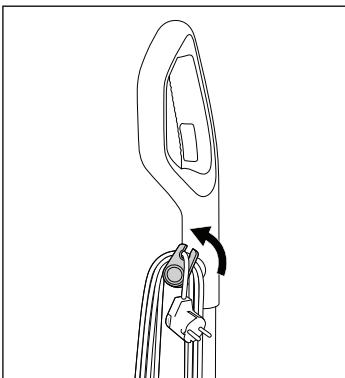

Fig. 43
- For at frigøre produktet fra parkeringspositionen skal du fiksere produktets foddel ③ med en fod, hvorefter du flytter hånddelen ① bagud.
- ♦ Træk den øverste ledningsholder ⑯ lidt ud, og drej den samtidig opad (se fig. 43).